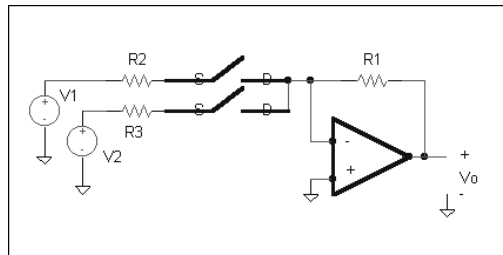

Figura 7
- 10.- En l'amplificador inversor amb diverses entrades de la figura 7, obteniu la tensió de sortida V_o en cadascun dels estats dels interruptors (suposats ideals) per a les operacions bbm i mbb. D'acord amb això, quin dels modes d'operació (mbb o bbm) serà l'adequat si la tensió màxima d'entrada aconseguix els 0,7 V?. Dades: $R_1=10 \text{ k}\Omega$, $R_2=665 \Omega$, $R_3=1,43 \text{ k}\Omega$, $V_{sat,A.O.}=\pm 13 \text{ V}$.